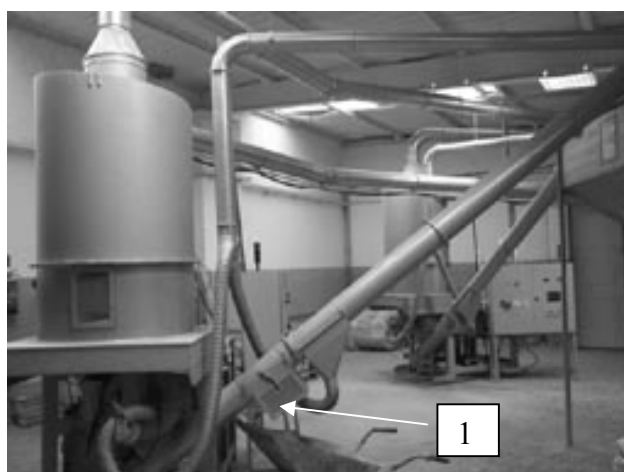

Рисунок 7
2.1.6 Из матрицы гранулы на кулере рис.7 переносятся в склад готовой продукции рис.6
Через подаватель/кулер проходит воздух, благодаря чему гранулы охлаждаются. Также на подавателе находится отверстие, через которое можно проконтролировать качество изготовленной продукции рис. 7(1)